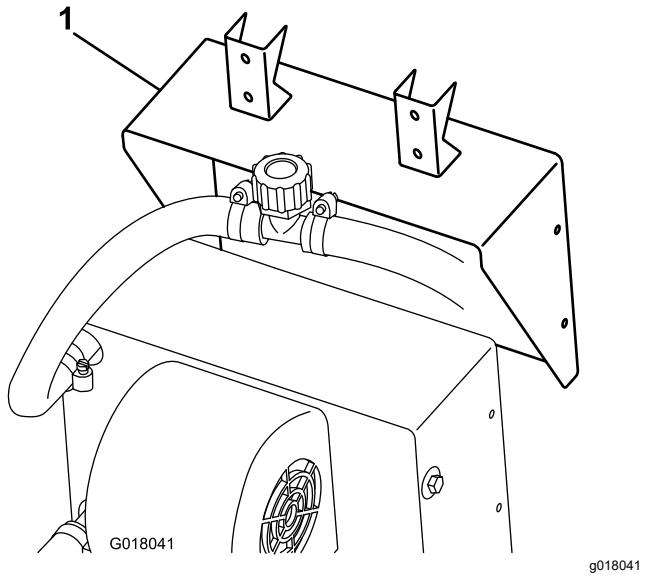

Figure 3
- Fixez le support de chauffage au chauffage avec les vis fournies avec le chauffage (Figure 3).